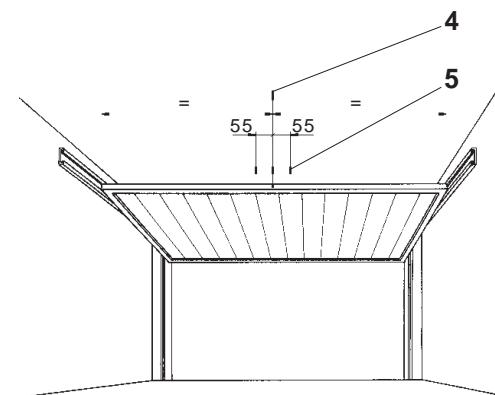

Fig. 3
- Ouvrir la porte entièrement, marquer le centre de la porte (4) sur le plafond du garage. Apporter des marques bien visibles (5) à gauche et à droite du centre, chacune à une distance de 55 mm du centre. Fig. 3
- Ouvrir la porte entièrement, tracer le centre de la porte (4) sur le plafond → axe d'entraînement. Fig. 3